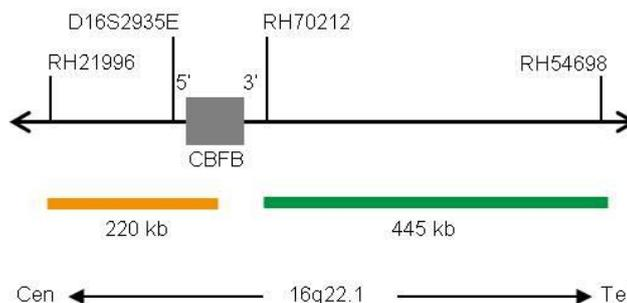

Abb. 1: SPEC CFBF Sondenlokalisierung (nicht maßstabsgetreu)
- ZyGreen (Anregung 503 nm/Emission 528 nm) markierten Polynukleotiden (~10,0 ng/μl), die gegen Sequenzen in 16q22.1* (chr16:67,161,347-67,605,304) gerichtet sind, welche distal zur CFBF-Bruchpunktregion lokalisiert sind (siehe Abb. 1).
- ZyOrange (Anregung 547 nm/Emission 572 nm) markierten Polynukleotiden (~4,5 ng/μl), die gegen Sequenzen in 16q22.1* (chr16:66,882,262-67,102,895) gerichtet sind, welche proximal zur CFBF-Bruchpunktregion lokalisiert sind (siehe Abb. 1).